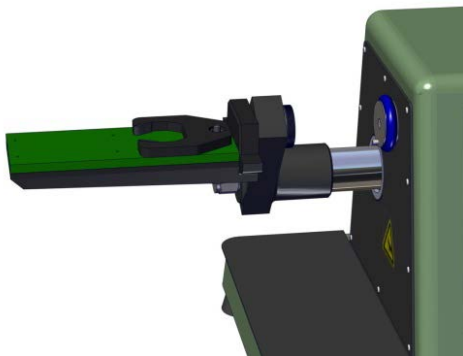

Рисунок 5.8.1
2. Осторожно установите резьбовое отверстие основания приставки на подвижную штангу прибора (Рисунок 7.3, Поз. 12). Установите на место накатной винт и вручную затяните его, чтобы добиться прилегания основания приставки к подвижной штанге (Рисунок 5.8.1).